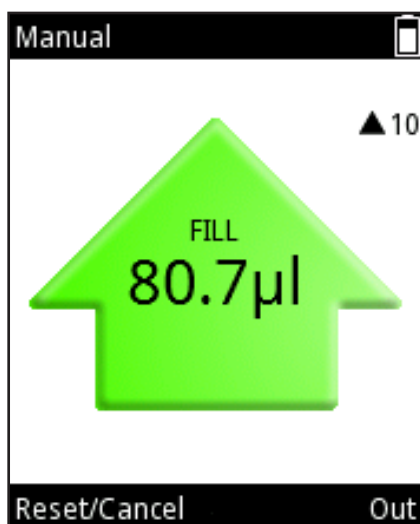

Imagen D34.
6. Cuando se libera el **disparador** antes de alcanzar el Limit volume (Límite de volumen), la dirección del movimiento puede cambiarse pulsando  (**Out**, Fuera) o  (**In**, Dentro) (el botón guiado por texto depende de la dirección actual de movimiento) (Imagen D34).